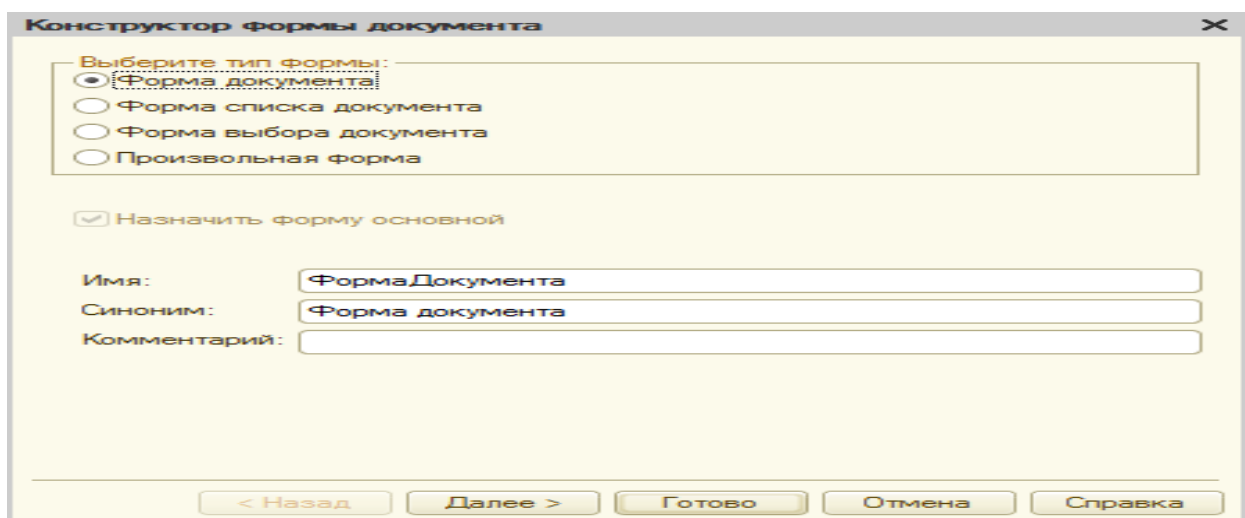
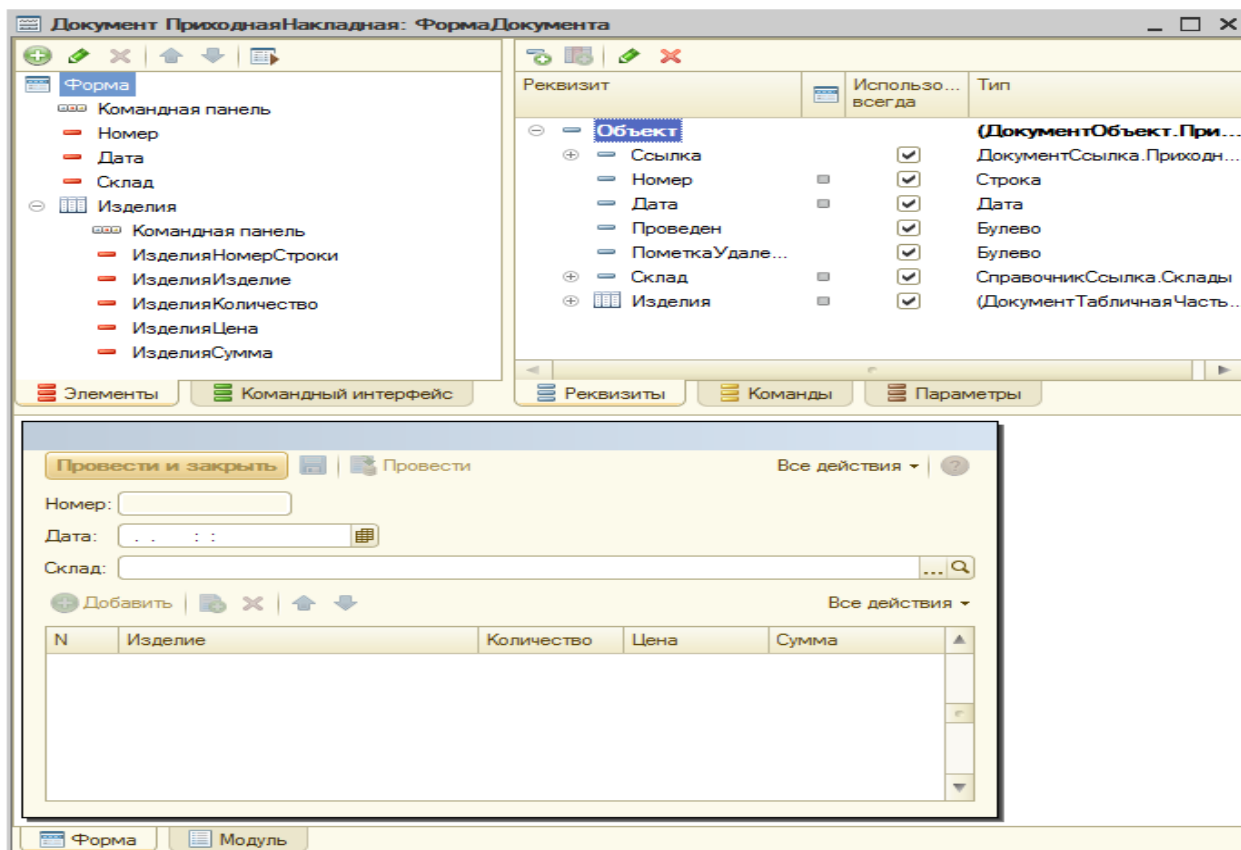

Рис.37
Рис. 38
- в открывшемся окне конструктора форм (рис. 37) выберите тип формы - ФормаДокумента и щелкните на кнопке Готово - откроется окно редактора форм (рис. 38);